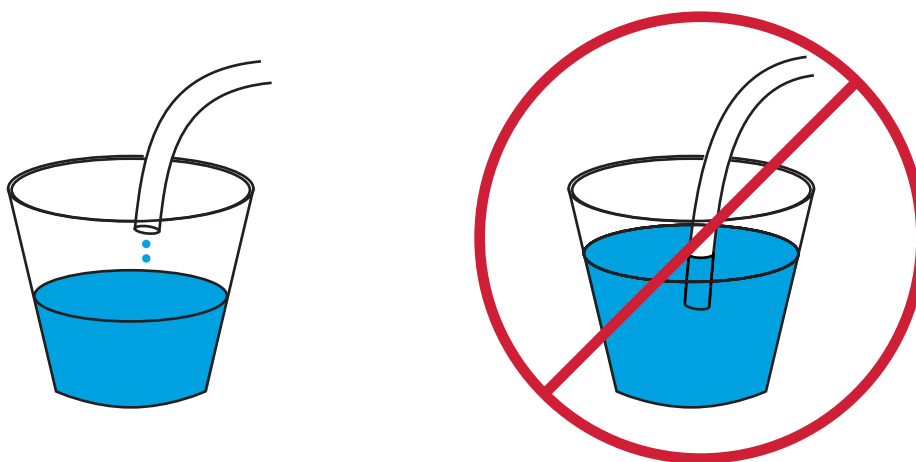

Figure 30. Tube d'égouttement correctement suspendu (gauche) et incorrectement immergé (droite)
- L'extrémité ouverte de la tubulure n'est pas immergée dans le récipient de drainage (**Figure 30**, "Tube d'égouttement correctement suspendu (gauche) et incorrectement immergé (droite)," à la page 63).